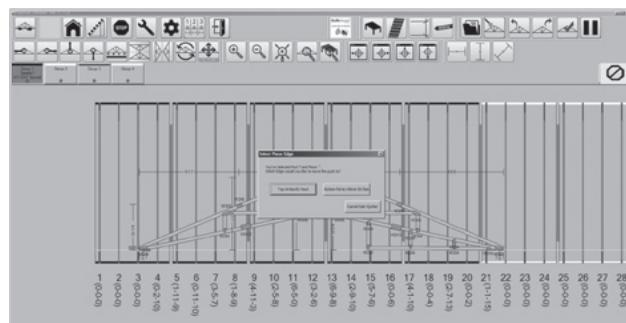

Figure 50
3. Une fenêtre apparaît avec deux options : Coin supérieur ou inférieur (Figure 50)